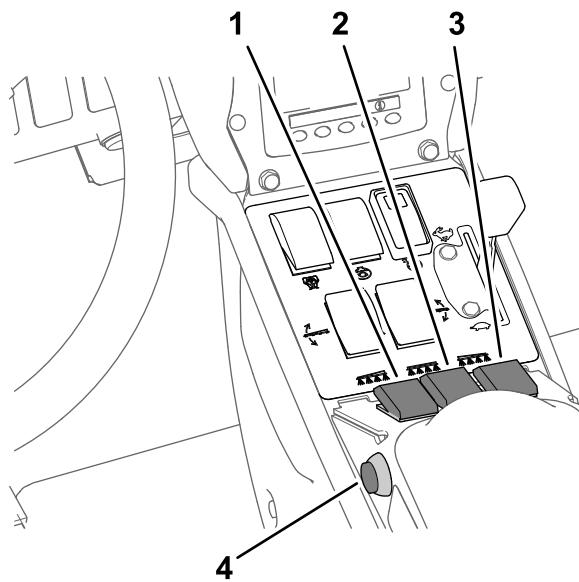

図 44
7. 個別ブームスイッチを ON にセットする図 44。
- 走行を開始し、所定速度に達したらマスターームスイッチを ON になると散布が始まる図 44。
- 3. マスターームスイッチを OFF にセットする図 44 散布率モードでの散布 (ページ 35) を参照。
- 7. 散布したいブームのスイッチを ON 位置にする図 44 散布率モードでの散布 (ページ 35) を参照。
- 9. 希望速度で走行し、マスターームスイッチを ON にすると散布が始まる図 44 散布率モードでの散布 (ページ 35) を参照。